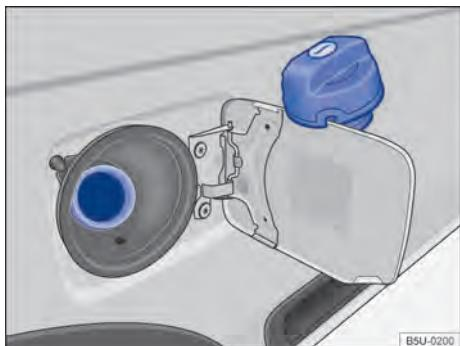

Fig. 148 Portinhola do tanque de combustível aberta com a tampa do tanque de combustível pendurada.
- Girar a tampa do tanque no sentido anti-horário e pendurá-la em cima da portinhola do tanque de combustível → **Fig. 148**.